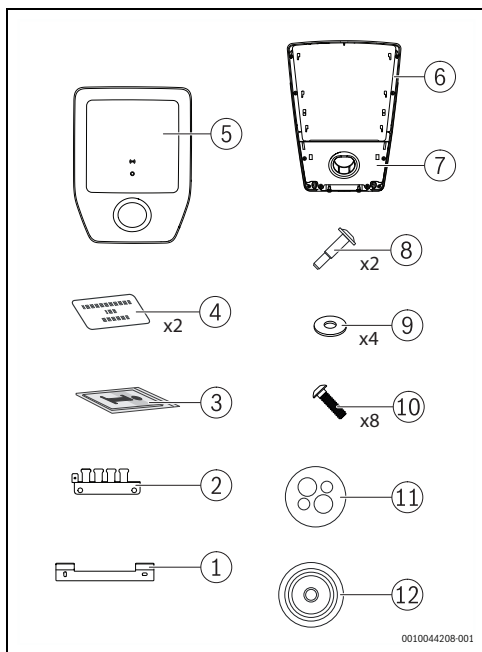

Fig. 73 Contenu de la livraison
- Retirer avec précaution le cache [5] et le capuchon avec le support de connecteur [7] du Logavolt (→ Fig. 73, page 76).